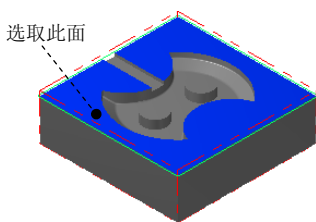
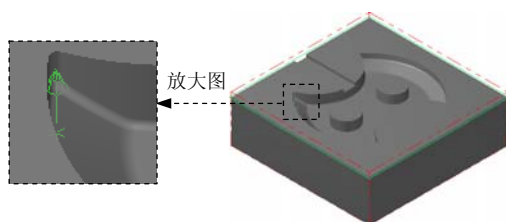

图 22.10 定义附着面
图 22.11 定义边界位置
(1) 选择命令。选择下拉菜单 **C 绘图**  **V 曲面曲线**  **单一边界**  命令。
(2) 定义附着曲面和边界位置。在图形区中选取图 22.10 所示的面为附着曲面，此时在所选取的曲面上出现图 22.11 所示的箭头。移动鼠标，将箭头移动到图 22.11 所示的位置单击鼠标左键，此时系统自动生成创建的边界预览。单击  按钮完成指定边界的创建。
(3) 单击  按钮完成所有边界的创建。